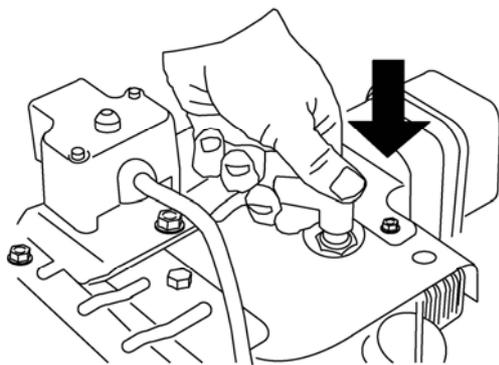

Рисунок 24.
1. Подключите провод свечи зажигания. (Рис. 24).